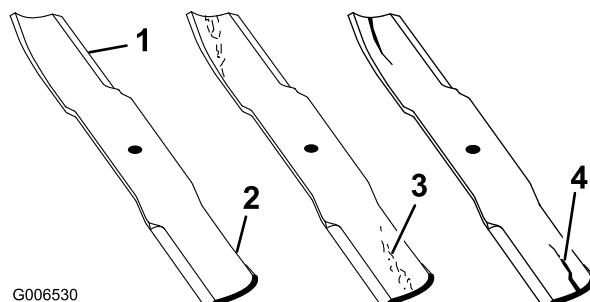

Figure 60
1. Examinez le tranchant des lames (Figure 60). Si les lames coupent mal ou présentent des indentations, déposez-les et aiguisez-les (voir Aiguisage des lames).
2. Inspectez les lames, surtout la partie relevée (Figure 60). Remplacez immédiatement toute lame endommagée, usée ou qui présente une entaille (Figure 60).